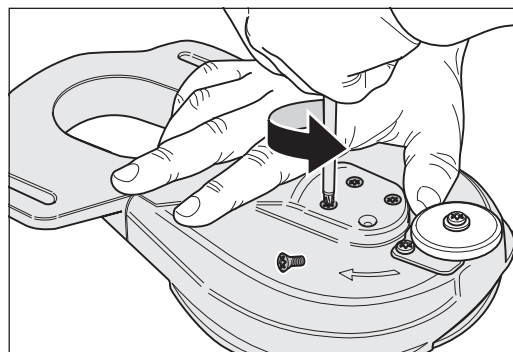

Abb. 42 Die vier Befestigungsschrauben des kompletten Schleiftellers entfernen.
- 9 Entfernen Sie mit dem Universalschlüssel die vier Befestigungsschrauben des kompletten Schleiftellers (Abb. 42).